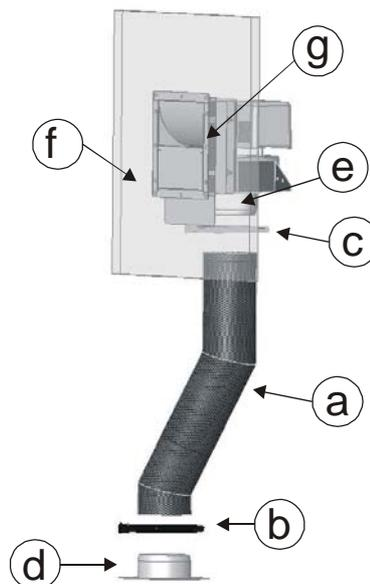

Abbildung 1– Rohranschluss
Versichern Sie sich vor dem Einbau des BAUSATZES COMFORT AIR für natürliche Lüftung oder Zwangslüftung, dass das Material folgendermaßen bereitgestellt ist (Abb. 1):
1. **Bei natürlicher Lüftung:** die flexiblen Rohre (a) und die Flansche (d)  $\varnothing 150$ , mit den Anschlüssen am oberen Teil des Kompakt-Heizkamins verbinden (Abb. 1).